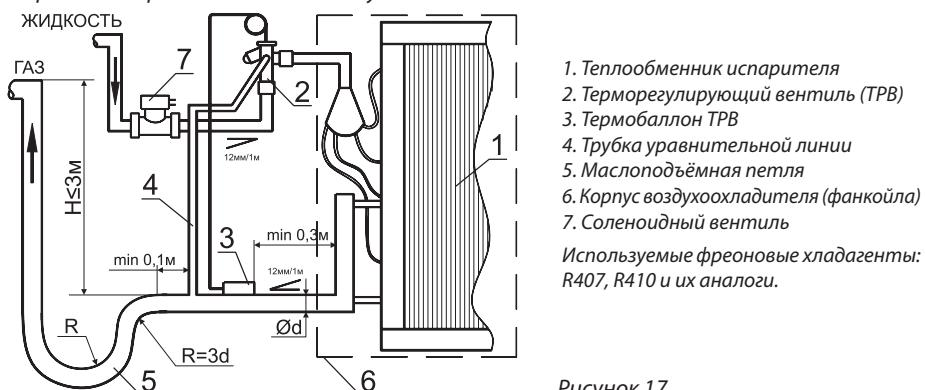

Рисунок 17
- в нижней и верхней частях восходящих вертикальных участков всасывающих магистралей высотой «H» более 2,5-3 (рис.17) метров необходимо монтировать маслоподъемные и обратные петли;